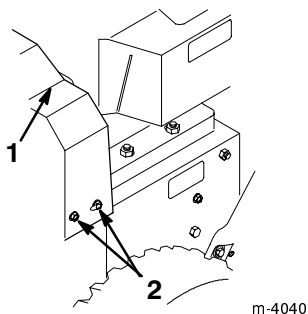

Figure 22
- Retirez les 3 vis de fixation du carter de courroie et mettez ce dernier de côté (Fig. 22).
2. Retirez les trois vis de fixation du carter de courroie et mettez ce dernier de côté (Fig. 22).